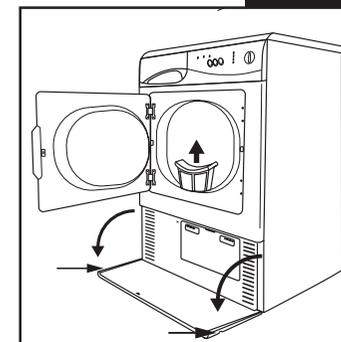

Fig. 8a
- Ouvrir la plinthe placée sur la partie inférieure en tirant sur les deux extrémités de la manière indiquée. (Fig. 8a)